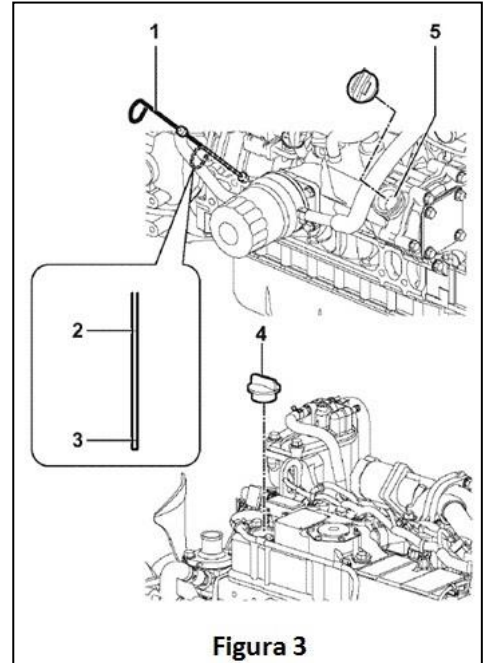

Figura 3
6. Añada aceite por el tapón de relleno ([4] figura 3) si es necesario hasta llegar al nivel entre mínimo y máximo medido en la varilla de nivel ([1] figura 3)
7. Vuelva a cerrar el tapón de reabastecimiento ([4] figura 3) y limpie posibles pérdidas